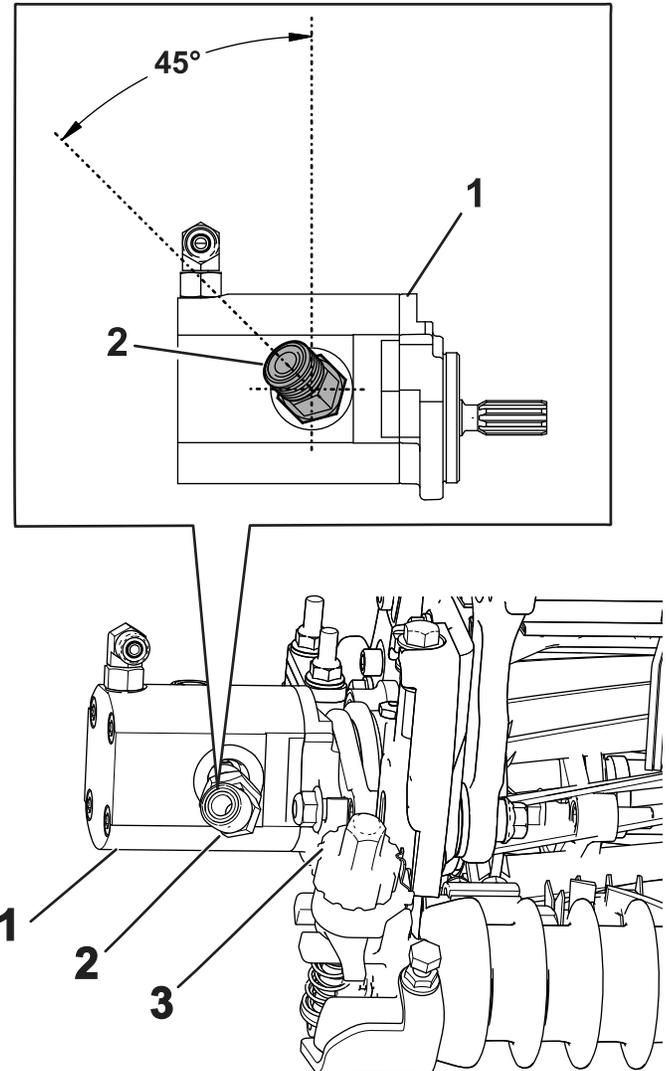

Figura 21
4. Instale el nuevo acoplamiento de 45°, colocándolo con el ángulo en el acoplamiento, tal y como se muestra en **Figura 21**. Apriete el acoplamiento a entre 47 y 58 N·m.